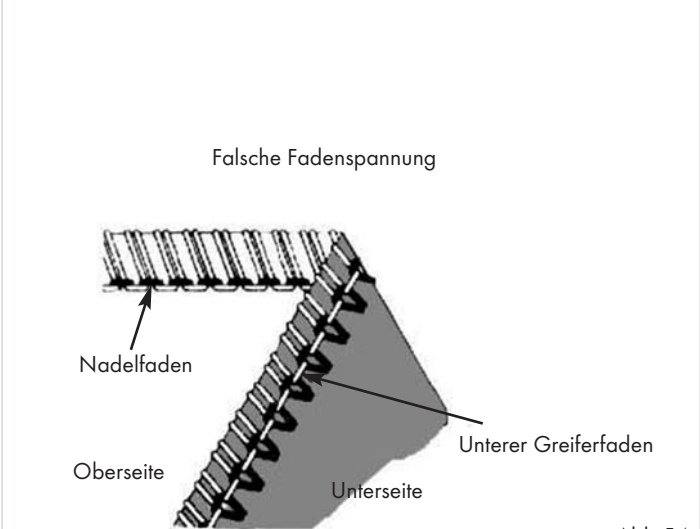

Abb.54
- Erscheint der Untergreiferfaden zu fest oder der Nadelfaden zu locker (Abb. 54):